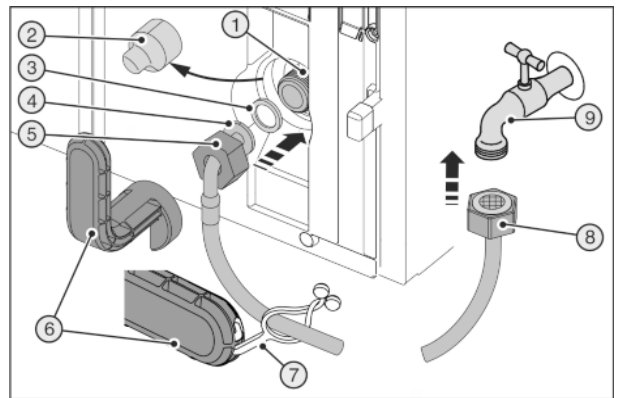
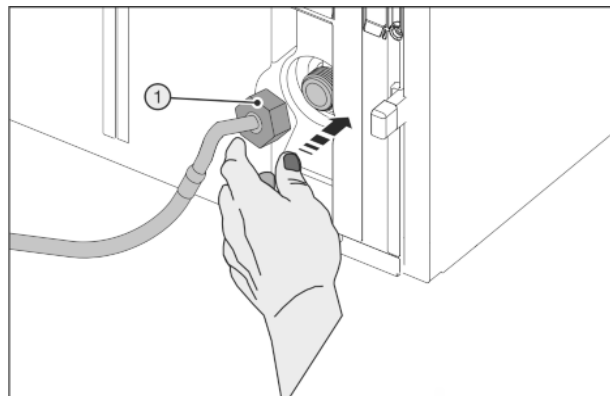

Fig. 48
Fig. 49
Rozbite urządzenie pomocnicze Fig. 48 (6)!
- ▶ Narzędzie pomocnicze Fig. 48 (6) stosować wyłącznie w temperaturze pokojowej.
- ▶ Zdjąć osłonę Fig. 48 (2).
- ▶ Ułatwiony montaż: Prostą końcówkę węża Fig. 48 (8) ułożyć na podłożu, po lewej stronie.
- ▶ Nasunąć nakrętkę Fig. 48 (5) na zagiętą końcówkę węża Fig. 48 (4) do końca i przytrzymać.
- ▶ Nawilżyć uszczelkę Fig. 48 (3) i docisnąć do nakrętki Fig. 48 (5).
- ▶ Uszczelka Fig. 48 (3) jest ułożona płasko i jest lekko przytrzymywana.
▶ Ostrożnie umieścić nakrętkę Fig. 49 (1) i przykręcić prosto dwoma palcami na gwincie, aż do uzyskania pewnego mocowania.
▶ Nakrętkę Fig. 49 (1) dokręcić przy użyciu narzędzia pomocniczego Fig. 48 (6) w kierunku zgodnym z ruchem wskazówek zegara do momentu osiągnięcia maksymalnego momentu obrotowego i przekręcenia narzędzia pomocniczego Fig. 48 (6).
▶ Przykręcić nakrętkę Fig. 48 (8) do zaworu odcinającego Fig. 48 (9).
▶ Nakrętkę Fig. 48 (8) dokręcić przy użyciu narzędzia pomocniczego Fig. 48 (6) w kierunku zgodnym z ruchem wskazówek zegara do momentu osiągnięcia maksymalnego momentu obrotowego i przekręcenia narzędzia pomocniczego Fig. 48 (6).
▶ Otworzyć zawór odcinający Fig. 48 (9) zasilania wodą i sprawdzić szczelność całego systemu wodnego.
▶ Nakładkę Fig. 48 (7) zaczepić w narzędziu pomocniczym Fig. 48 (6) i przymocować do węża z pancerzem ze stali nierdzewnej w celu przechowania.